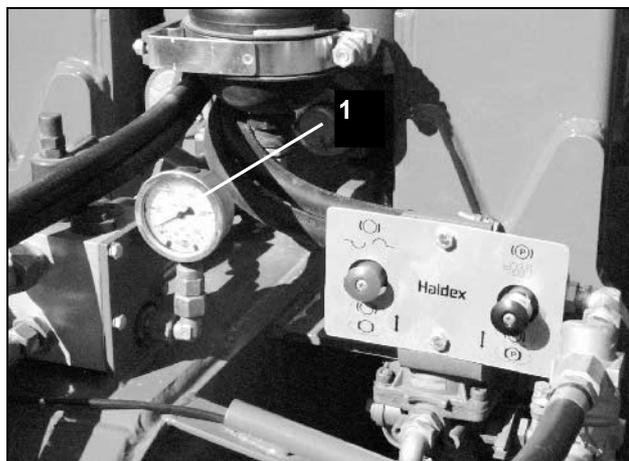

Рис. 36
- Манометр (Рис. 36/1) показывает давление цилиндров.